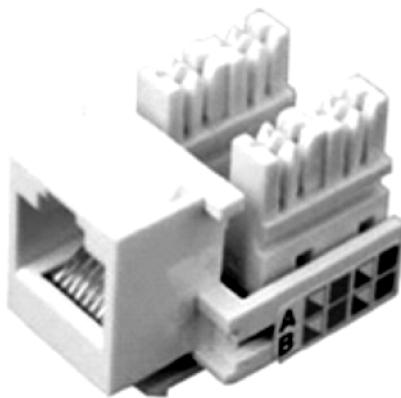

图 6-29 网络信息模块
2) 网线从入户线盒中引入，可以通过网络信息模块进行电路的连接，如图 6-29 所示为典型网络信息模块。